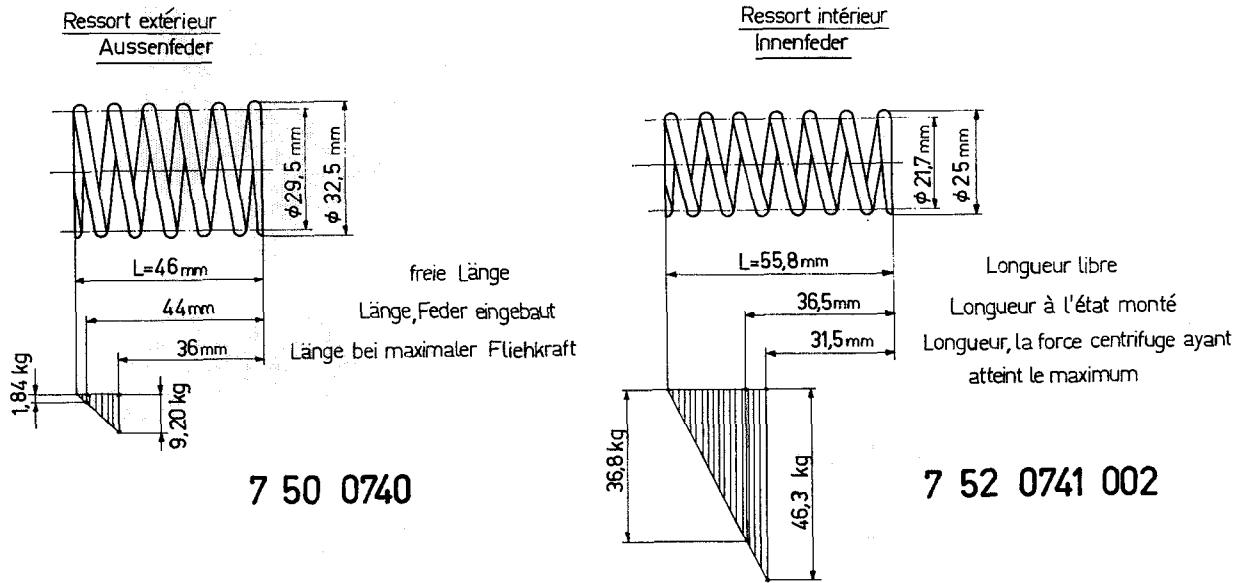

Abb. 199 Diagramm der Reglerfedern
m) Die Reglerfedern sind auf einer Federwaage zu kontrollieren, bevor sie wieder eingebaut werden dürfen. Siehe Prüfwerte auf dem Federdiagramm Abb. 199.
werden dürfen. Siehe Prüfwerte auf dem Federdiagramm Abb. 199.